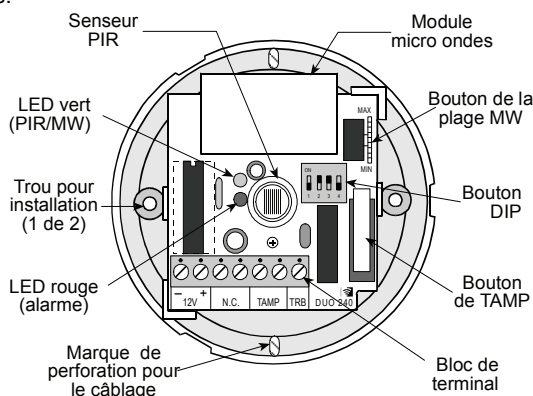
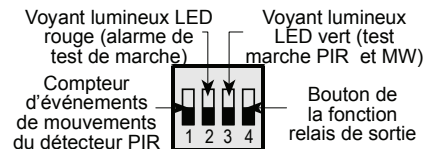

Figure 3. Plan des éléments
Figure 5. Bouton DIP de sélection de mode
- Presser la base au plafond à l'emplacement choisi. Marquer les deux points pour y percer les trous de montage (voir Fig. 3).
Les deux LEDs (Fig. 3), qui sont cachés derrière la lentille lorsque le couvercle est installé sont visibles par la lentille quand ils sont allumés. Ils servent à signaler diverses alarmes et des messages de problèmes ainsi qu'il est indiqué dans la Table 1 ci-dessous:
Le bouton de sélection DIP est monté sur le tableau du PC de l'appareil (Fig. 3). Il contrôle a fonctions – voir la démonstration sur la Fig. 5 et la Table 2.